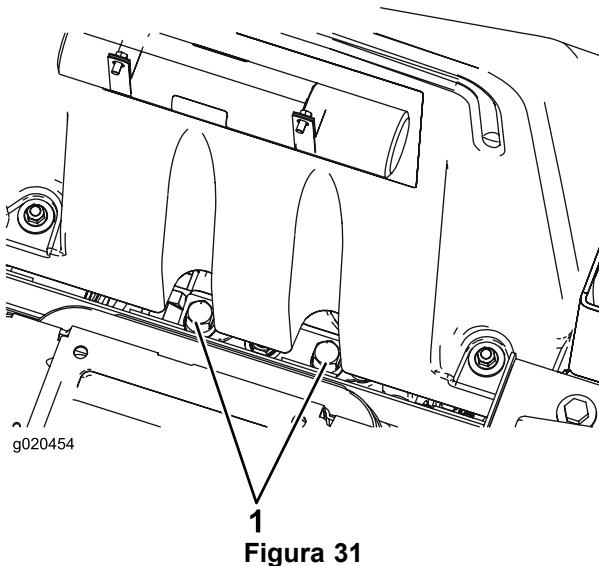

Figura 31
1. Levante el asiento. Las válvulas de desvío están situadas debajo de la parte delantera del depósito de combustible (Figura 31).